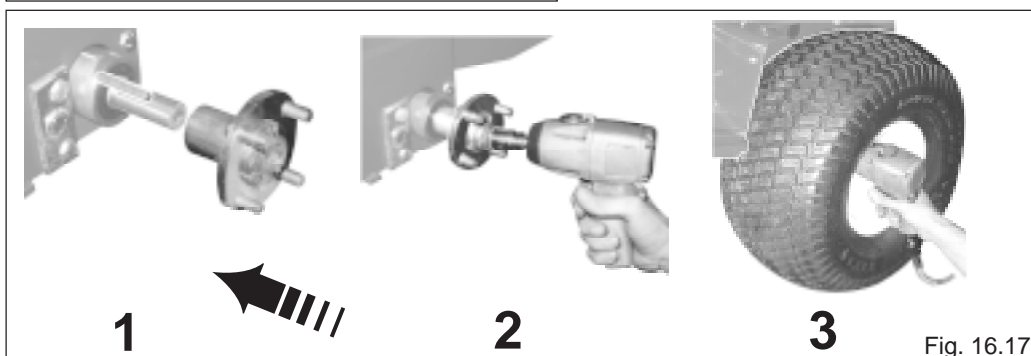

Fig. 16.17
**Per il montaggio, seguire la sequenza indicata in Fig. 16.17**
Mount according to the sequence indicated on Fig. 16.17.
Pour le montage, suivre la séquence indiquée Fig. 16.17.
Zur Einbau der Teile, befolgen Sie die Angaben auf Abb. 16.17.